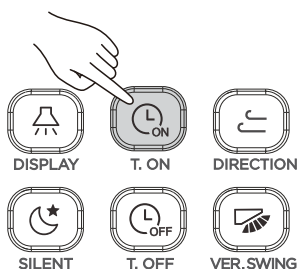

Figura 3.17
- ① Premere  (si veda Figura 3.17), il comando remoto visualizzerà "Timer On", e "0.0h Later On" apparirà nell'area del temporizzatore. Ora regolare il settaggio per l'accensione del temporizzatore